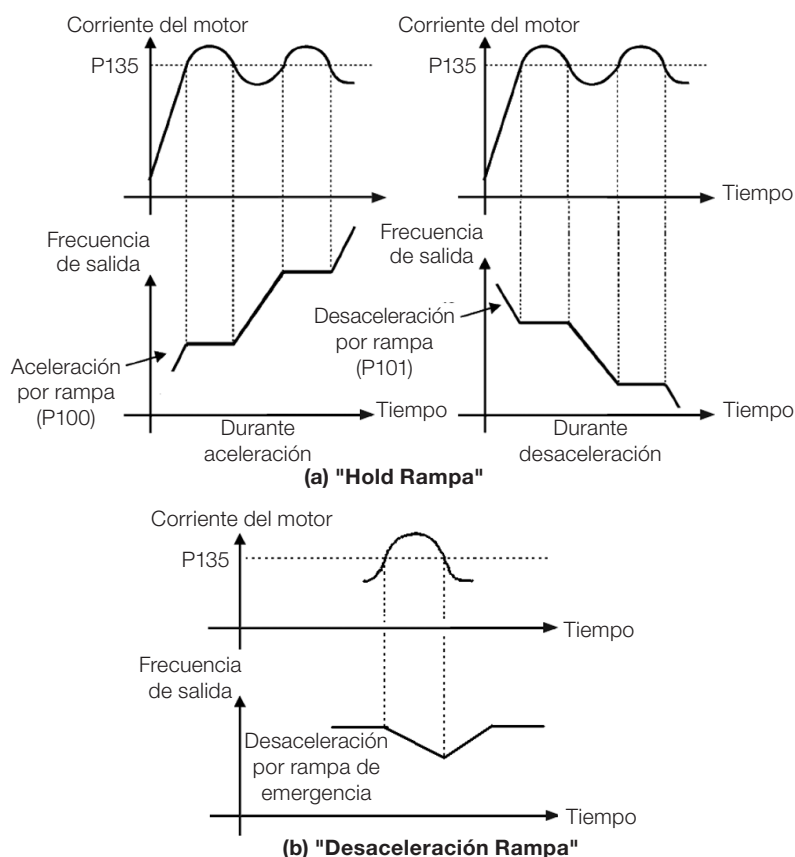

Figura 11.5: (a) y (b) Modos de actuación de la limitación de corriente vía P135
- Actuación: si la corriente del motor sobrepasa el valor ajustado en P135 durante la aceleración o desaceleración, la frecuencia no será incrementada (aceleración) o disminuida (desaceleración). Cuando la corriente del motor alcance un valor por debajo de P135, el motor volverá a acelerar o desacelerar. Consulte la Figura 11.5 en la página 11-6.
- Actuación: si la corriente del motor sobrepasa el valor ajustado en P135 se fuerza un valor nulo para la entrada de la rampa de frecuencia, forzando la desaceleración del motor. Cuando la corriente del motor alcance un valor por debajo de P135, el motor volverá a acelerar. Consulte la Figura 11.5 en la página 11-6.
Nivel de corriente para activar la Limitación de Corriente para los modos Hold de Rampa y Desacelera Rampa, conforme Figura 11.5 en la página 11-6 (a) y (b), respectivamente. Para deshabilitar la limitación de corriente se debe ajustar el parámetro $P135 > 1,9 \times I_{nom}$.